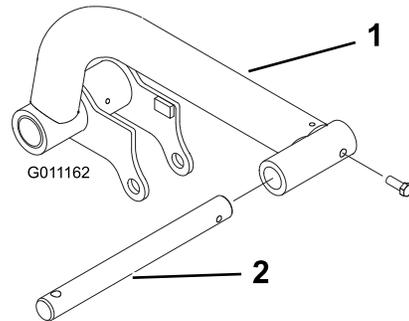

図 14
2. 左右の昇降アームにそれぞれピボットロッドを差し込み、取り付け穴を整列させる 図 14。